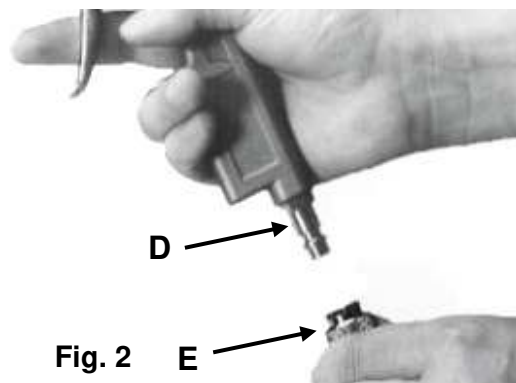

Fig. 2
3. Raccordez ensuite le connecteur d'air comprimé **D** de la soufflette au raccord d'air comprimé **E** à l'autre extrémité du tuyau (fig. 2).